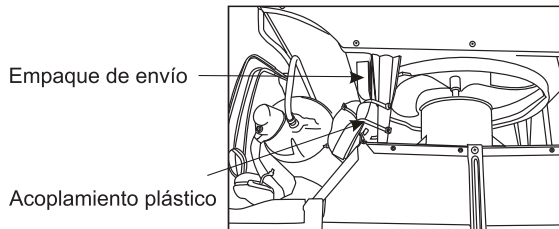

Fig. 7
10. Su unidad puede venir con empaque interno. Este empaque debe retirarse antes de instalar el acondicionador de aire en el gabinete. (Consulte la Fig. 7).